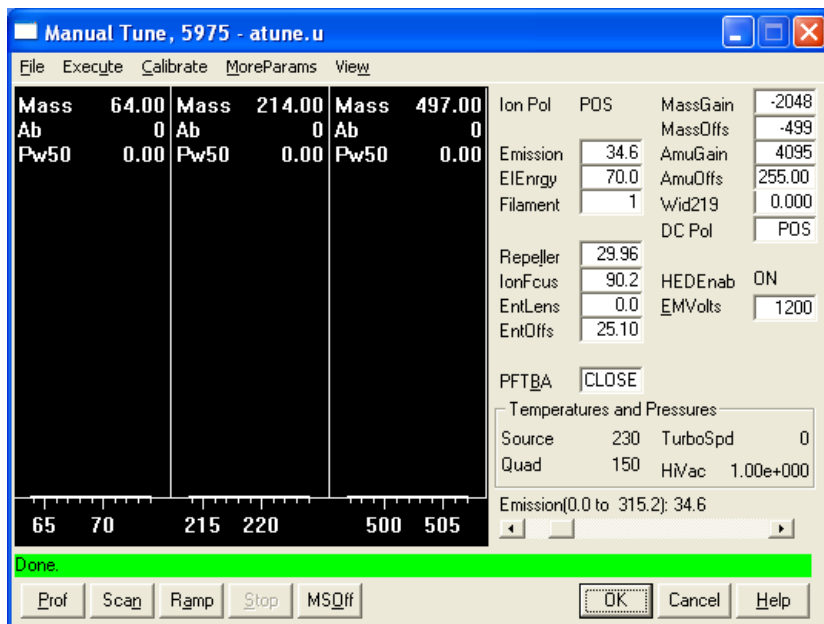

图 13 调谐参数
- 1 在“仪器控制”视图中，从“仪器”菜单中选择**编辑调谐参数**（图 13）。